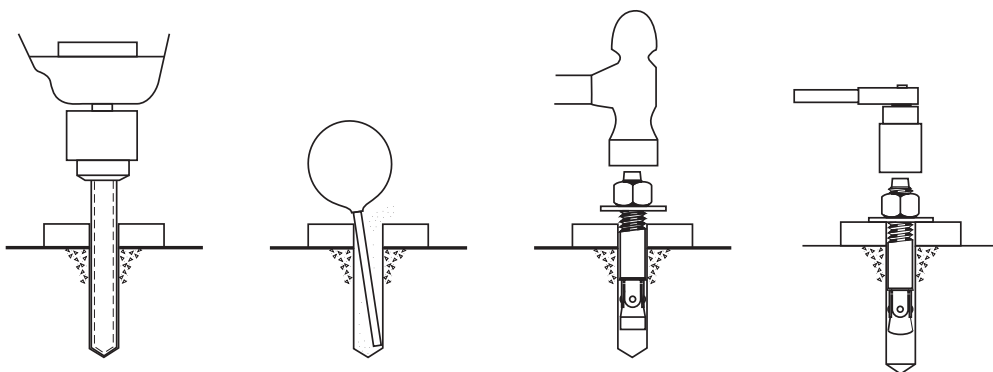

Fig. 22
- Serrare i bulloni dei tasselli con chiave dinamometrica (Fig.22).
- Tighten the bolts of the anchors with a torque wrench (Fig.22).
- Die Dübelschrauben mit einem Drehmomentschlüssel anziehen (Abb. 22).
- Serrer les boulons des chevilles avec une clé dynamométrique (fig.22).
- Apriete los tornillos de los anclajes con una llave dinamométrica (Fig.22).